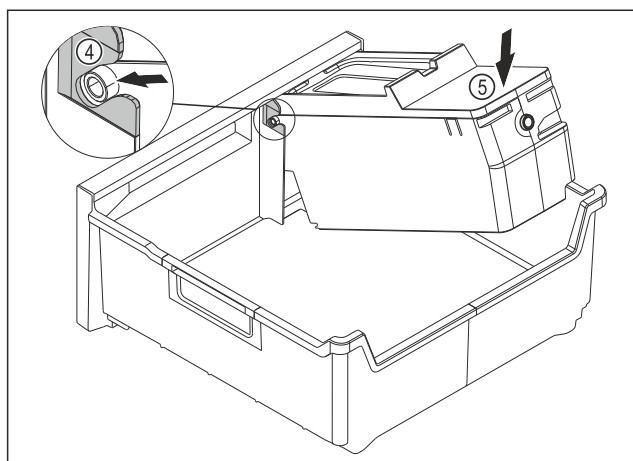

Fig. 149
- ▶ Montar el cuerpo del EasyTwist-Ice: Introducir los ejes del cuerpo del EasyTwist-Ice en las guías Fig. 149 (4).
- ▶ Presionar el cuerpo del EasyTwist-Ice Fig. 149 (5) hacia abajo por detrás.